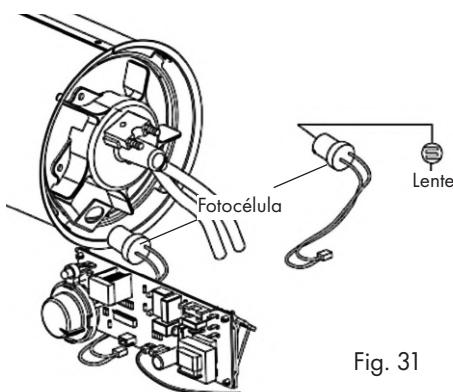

Fig. 31
- En primer lugar, retire la tapa superior (2) y la entrada de aire (15) para acceder a la cámara del quemador.
- Extraer la photocélula, Ver Fig. 31